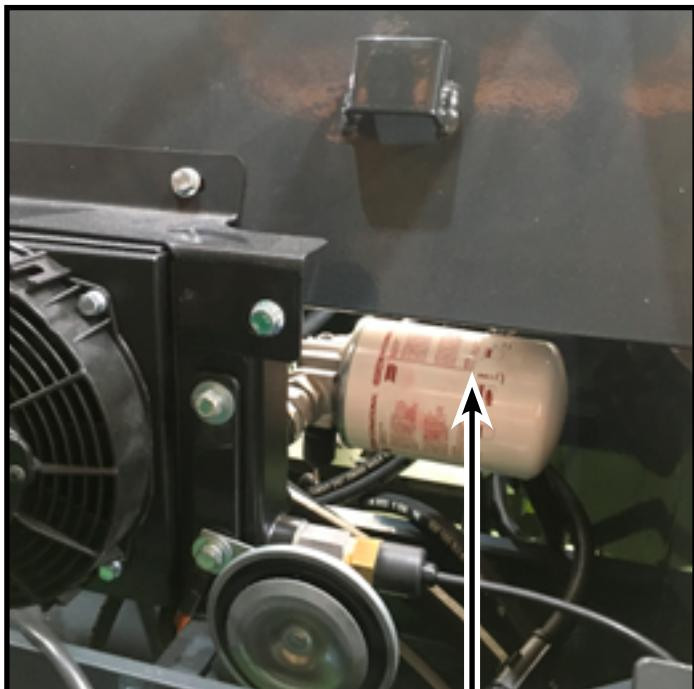

Fig.11
- 5) TW16: Sustituir el cartucho filtrante del aceite hidráulico (fig. 11). Soltar el cartucho, limpiar la cara del asiento de soporte del cartucho y lubricarlo con aceite limpio. Montar el nuevo cartucho apretándolo fuertemente con la mano.
- 5) TW16: Change hydraulic oil cartridge (fig. 11). Release the cartridge, clean the filter and oil it with clean new oil. Install the new cartridge tightening firmly with the hand.
PUNTOS DE ENGRASE (Fig. 11)
GREASING POINTS (Fig. 11)